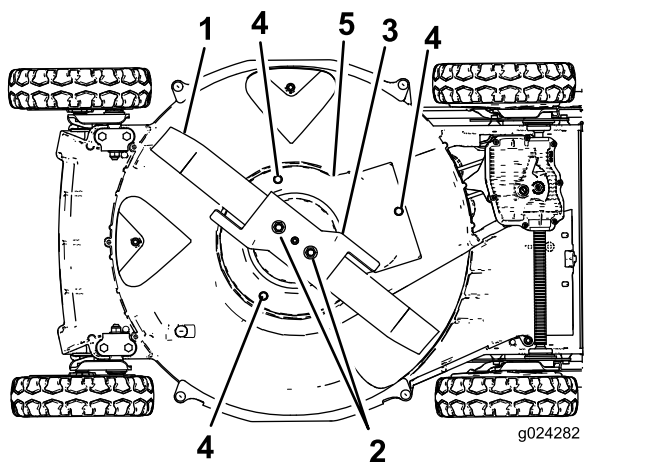

Рисунок 37
6. Выверните две гайки крепления ножа, снимите акселератор и нож (**Рисунок 37**).
7. Снимите винты, крепящие кожух тормозной муфты ножа к корпусу газонокосилки (**Рисунок 37**).